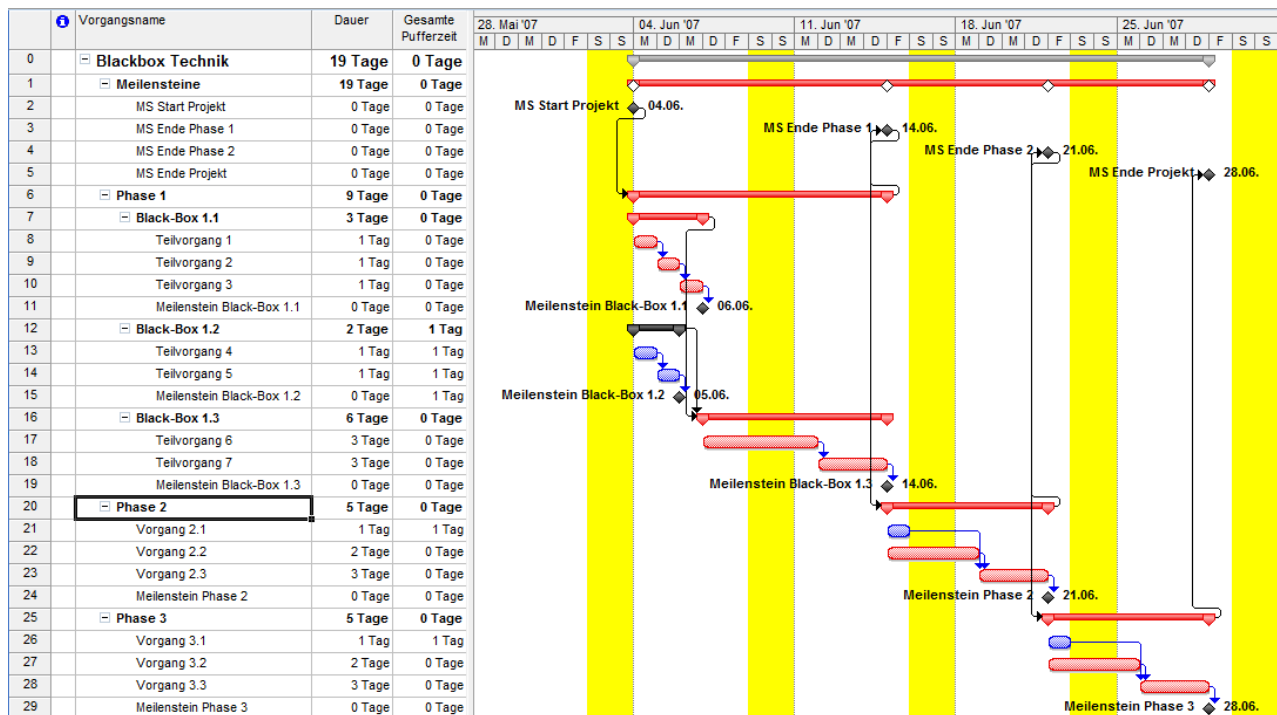

Bild 2: Projektplan strukturiert nach den Regeln der Black Box-Technik.
Möchten Sie dagegen, dass Project die Ressource immer so eingeplant, wie es der Vorgangskalender definiert, wählen Sie die Option "Terminplanung ignoriert Ressourcenkalender" (Bild 2). Der Ressourcenkalender wird in diesem Fall ignoriert, es gelten ausschließlich die Arbeitszeiten des Vorgangskalenders.
Um dies konsequent umzusetzen, muss man zunächst eine klare Struktur des Projekts im Kopf haben. Dann erst kann man damit beginnen, einen Plan in Microsoft Project zu erstellen. Die einmal festgelegte Struktur darf sich im Laufe des Projektlebenszyklus nicht mehr verändern. Sie lässt sich aber jederzeit verfeinern, indem man z.B. aus einem Teilvorgang eine weitere Black Box erstellt. Ein Beispiel hierfür sehen Sie in Bild 2.
Nehmen wir als Beispiel ein einfaches Projekt, das aus drei Hauptphasen besteht (Bild 2). Das Ende jeder Hauptphase wird im oberen Bereich des Plans (dem Managementbereich) als Meilenstein dargestellt. Dazu kommt je ein Meilenstein für den Projektstart und das Projektende. Da Projektende und Ende der Phase 3 identisch sind, wird auf einen zusätzlichen Endmeilenstein der Phase 3 verzichtet.
Da Verknüpfungen immer nur auf der gleichen Ebene erstellt werden, erhält man einen durchgängigen kritischen Weg der Hauptphasen. Die einzelnen untergeordneten Strukturen haben wiederum für sich jeweils einen kritischen Weg, der davon unabhängig betrachtet wird. In Bild 2 sind alle kritischen Sammelvorgänge rot und alle nicht kritischen Sammelvorgänge (im Beispiel der Sammelvorgang innerhalb von Phase 1) schwarz dargestellt.
1. Strukturieren Sie Ihr Projekt mit Hilfe von Sammelvorgängen bzw. Phasen (diese entsprechen den Black Boxes), wie im Beispiel von Bild 2 dargestellt. Jeder Sammelvorgang hat ein abgeschlossenes, durch einen Meilenstein gekennzeichnetes Ende. Auch eine Überlappung von Phasen oder einzelner "Black Boxen" ist denkbar, indem man z.B. bei den jeweiligen Verknüpfungen negative Werte für die Abstände einträgt. Auch wenn sich im Rahmen der Projektfortschreibung zeigt, dass ein Vorgang einer späteren Phase bereits früher begonnen wurde (aus welchem Grund auch immer), beeinträchtigt das die Logik in Microsoft Project nicht.